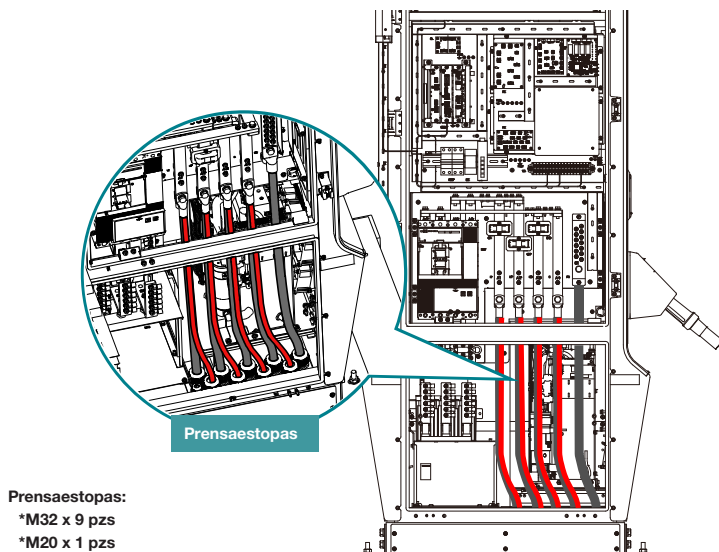

Figura 19. Conexión de cables y prensaestopas
1) Abra la puerta y retire la cubierta de protección del conexionado. Véase la figura 19.
- 3) Conecte los cables de CA L1, L2, L3 y N a las barras colectoras (véase la figura 19). Fije cada alambre y apriete los sujetadores de acuerdo con el "Apéndice B - Tabla de requisitos de par de apriete".
- 5) Asegúrese de tener suficiente holgura en cada cable, a continuación, sujete el cable grande (si es necesario) (véase la figura 19).